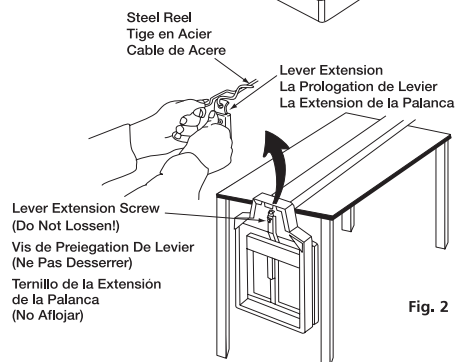

Fig. 2
- 2 Tip scale at angle (See Fig 2) resting top of pillar on any convenient support and pull the Steel Rod toward the base. Hook Steel Rod over lever on base.
- 2 Incliner la balance (Voir Fig 2) et accoter l'extrémité du haut du montant à un support solide puis, étirer la tige de métal vers la base. Accrocher la tige de métal au levier de la base.
- 2 Incline la balanza en ángulo (Ver la Fig 2) haciendo descansar la parte superior del pilar sobre un soporte conveniente y lleve la barra de acero hacia la base. Enganche la barra de acero sobre la palanca en la base.
This may be caused by the poises being set to a higher weight than the person's actual weight. Reset the weights to a lower weight. An improperly connected Steelyard Rod (the rod that runs inside the pillar) or a disconnected rod which can occur if the scale is transported may also be the cause. See Figure 2.
Cette difficulté peut se présenter lorsque les curseurs sont réglés sur un poids supérieur au poids réel de l'utilisateur. Remettre les curseurs sur un chiffre plus bas. Un mauvais accrochage ou un désaccrochage de la tige romaine (celle qui longe l'intérieur du support) peut se produire pendant l'expédition. Consulter la Figure 2.